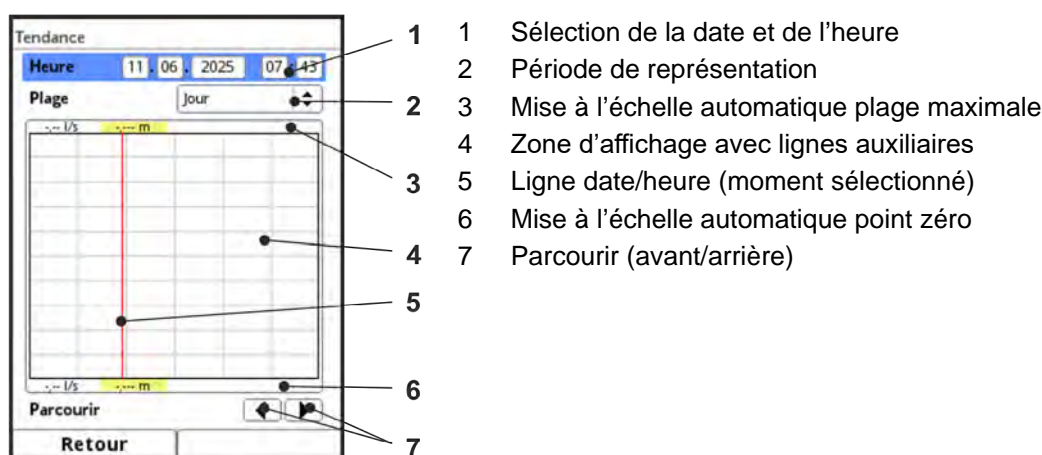

Fig. 35-2 Représentation de l'affichage de tendance
1. Sélectionner la plage souhaitée (période de représentation ; Fig. 35-2, pos. 2). La plage sélectionnée (jusqu'au moment actuel) est représentée. Pendant l'affichage, il n'y a pas de mise à jour automatique des données de mesure (les données de mesure actuelles sont affichées dans le tiers inférieur de l'écran principal).
2. Si nécessaire, utiliser les flèches (Fig. 35-2, pos. 7) pour défiler vers l'avant et vers l'arrière en gardant le même réglage de base de l'affichage.
Dans la partie supérieure de la représentation, vous pouvez voir la **sélection de la date et de l'heure** (Fig. 35-2, pos. 1). La ligne est surlignée en bleu et donc active.
L'écran affiche les données de mesure, en fonction de la plage réglée (Fig. 35-2, pos. 2), de la date sélectionnée.
La ligne verticale rouge (Fig. 35-2, pos. 5) se trouve sur le moment choisi (date et heure).
➤ Ce réglage s'effectue via la >Plage< (voir Fig. 35-2, pos. 2).